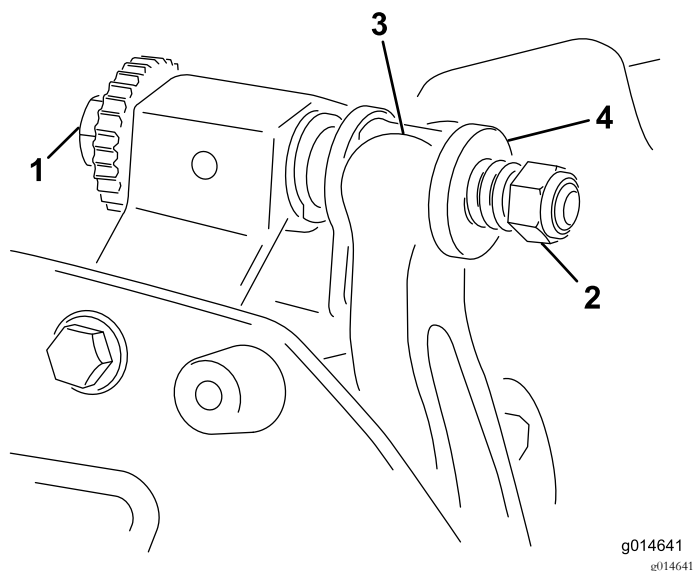

图19
1. 逆时针旋转底刀架调节螺丝将底刀后撤离开滚刀 图19。
2. 退出弹簧加压螺母直到垫圈不再对底刀架 图19 施压。